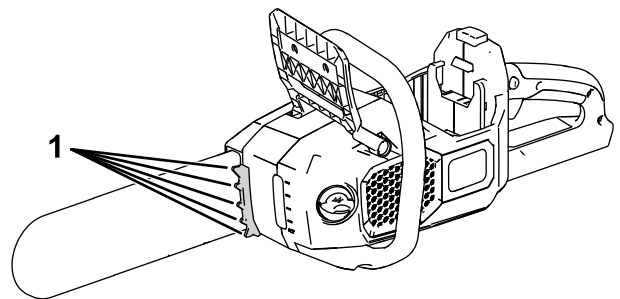

Figure 12
**Remarque:** Vous pouvez utiliser les griffes (Figure 12) pour exercer une légère pression.